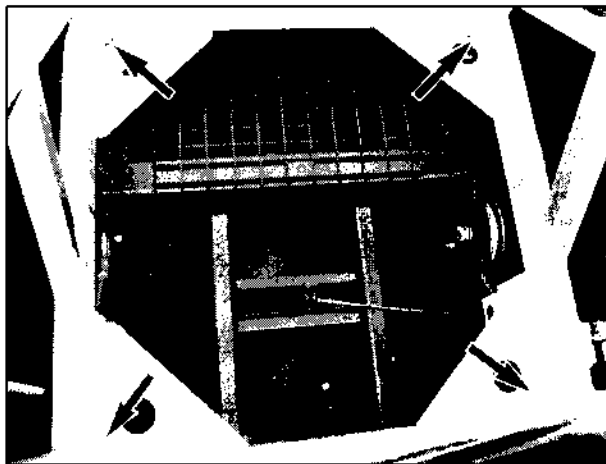

Bild 104
22. Prüfen, ob die Ecken des Mastteils I (Bild 104/Pfeile) innen frei von Fremdkörpern sind.